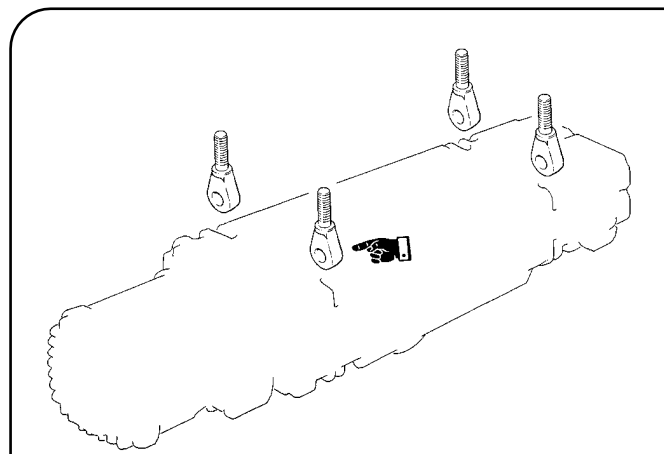

fig. 27
- **Esecuzione sospesa**, collocando i golfari nei vani superiori del paranco (fig. 27).